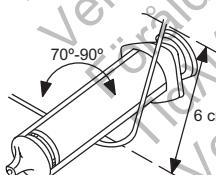

Figura 3. Curve el estilete
2. Seleccione un estilete según la función y la firmeza preferida. Si lo desea, curve suavemente el estilete con un instrumento estéril de superficie lisa (p. ej., el cilindro de una jeringa de 10 ó 12 cc) (Figura 3 en la página 16). Al usar el estilete, es menos probable que se enderece una curva suave que una con un ángulo agudo.